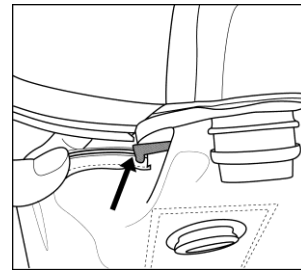

图: 14c
- 捏住黑色衬罩垫圈，并拉出弹性垫圈边沿（图14c）。使垫圈边沿和头罩凹槽边沿对齐。稳固地将垫圈逐段地按压进凹槽中，按照此方法装完此衬罩。从一端开始顺着同一个方向安装。当装到和开始时相对的另一端的头罩凹槽末端时，衬罩垫圈可能会些微地长过凹槽边沿-这是可接受的-但至关重要的是两条垫圈凸纹都完整地插入了凹槽。